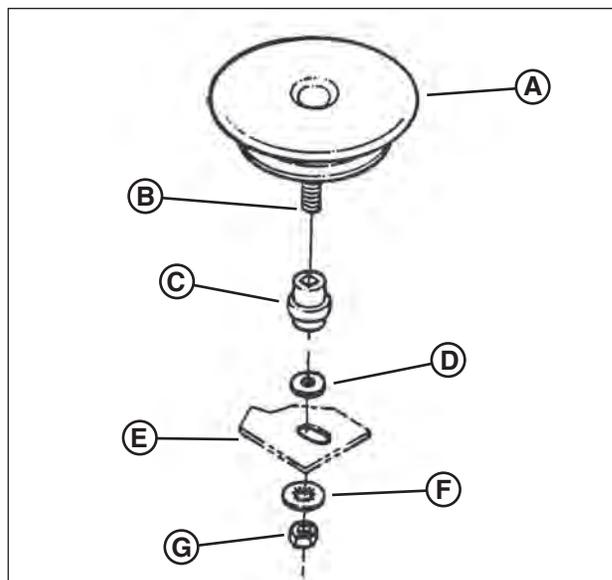

Figure 34: Dépose du disque d'entraînement
- Tenez l'extrémité fendue du boulon du disque d'entraînement (**B, Figure 34**) à l'aide d'un tournevis et enlevez l'écrou (**G**) et la rondelle frein interne (**F**).